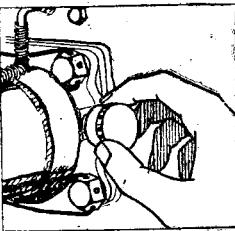

Рис. 25. Смазка подшипника правого заднего колеса.
15. Подшипники задних колес (рис. 25) смазывайте двукратным заполнением масленки и полным выжиманием ее при ТО-2.